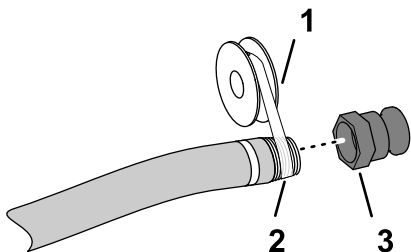

图 4
5. 在加水软管接头25.4mm——美国标准管螺纹的螺纹上涂抹 PTFE 聚四氟乙烯螺纹密封胶图 4。
6. 将快速断开耦合器拧到加水软管上并用手紧固图 4。